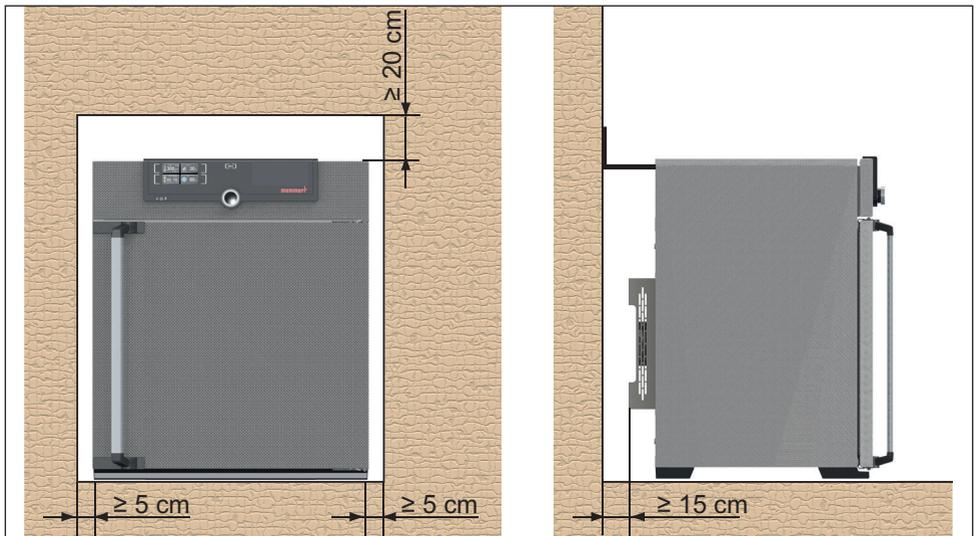

Fig. 7 Distancias mínimas con respecto a las paredes y el techo
La separación entre la pared y la parte posterior del equipo deberá ser como mínimo de 15 cm. La distancia hasta el techo debe ser como mínimo de 20 cm y la distancia de los laterales a la pared o al equipo contiguo de al menos 5 cm (Fig. 7). En general, deberá garantizarse una circulación de aire suficiente en el entorno del equipo.
2. Doble la protección hacia arriba 90° con la distancia deseada hasta la pared (tenga en cuenta la distancia mínima, véase la Fig. 7).